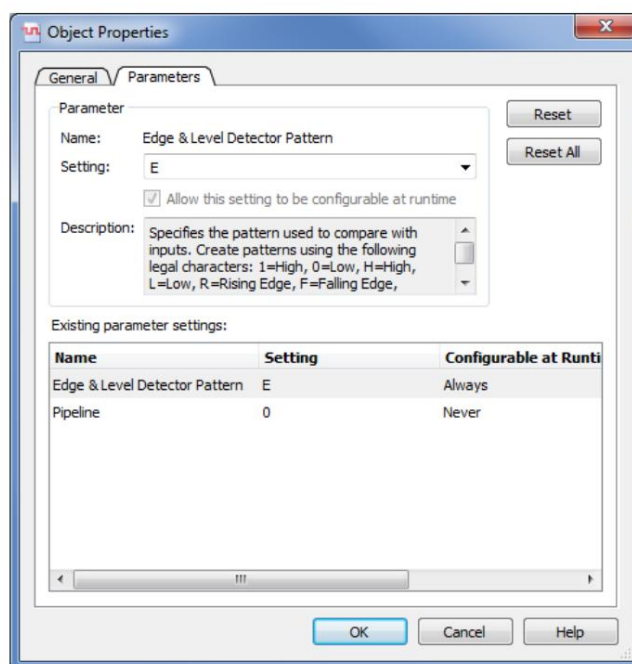

Figure 22. Tapez E dans la zone de réglage pour que la fonction se déclenche sur les fronts montants et descendants.
- Il faut maintenant configurer chaque détecteur de front et de niveau pour détecter un front descendant ou un front montant. Double-cliquez sur l'un des détecteurs de front et de niveau pour afficher la fenêtre de la figure 22. Saisissez E dans le champ de configuration, puis cliquez sur OK. Le détecteur affichera alors 1 à chaque front descendant ou montant de son entrée. Répétez cette étape pour les deux autres détecteurs de front et de niveau.